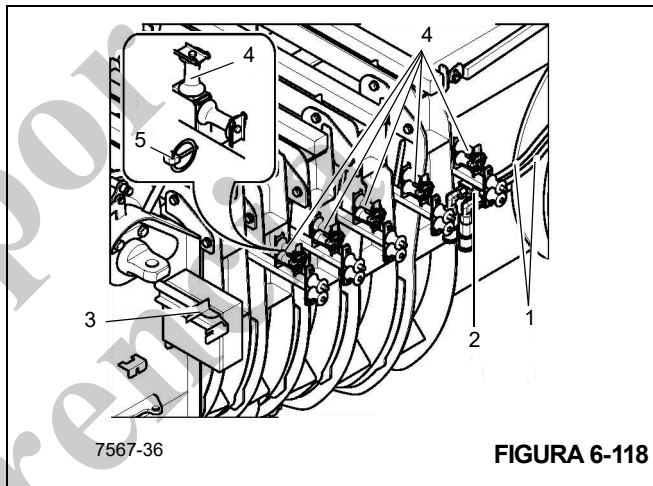

**FIGURA 6-117**
2. Retire los pasadores abisagrados (1), (Figura 6-117), y pliegue las poleas guía (2), (Figura 6-117).
3. Retire la protección contra tirones (3), (Figura 6-117), de su escuadra de montaje de la pluma principal (4), (Figura 6-117), y tire de las mangueras hidráulicas (5), (Figura 6-117), hacia la punta de la pluma.
4. Enganche la protección contra tirones en la escuadra de montaje de la punta de la pluma principal (6), (Figura 6-117).
5. Baje las poleas guía (2), (Figura 6-117), y asegúrelas con los pasadores abisagrados (1), (Figura 6-117).